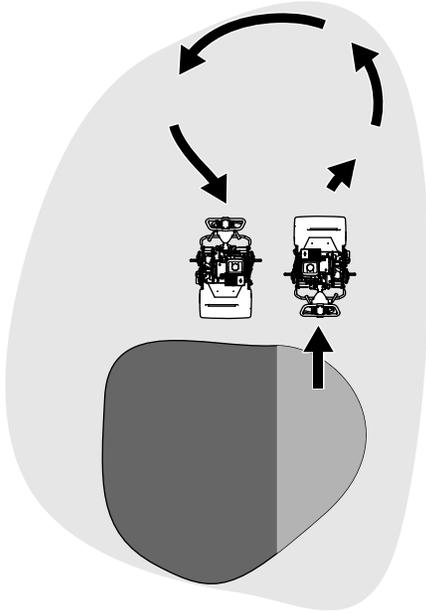

Figure 23
- Faites demi-tour en dehors du green en relevant le cylindre de coupe (appuyez sur le guidon) et exécutez un tour en goutte d'eau sur le tambour de traction (Figure 23).
1. Repérez le levier d'engagement de déplacement sur le boîtier d'engrenages de la transmission (Figure 23).